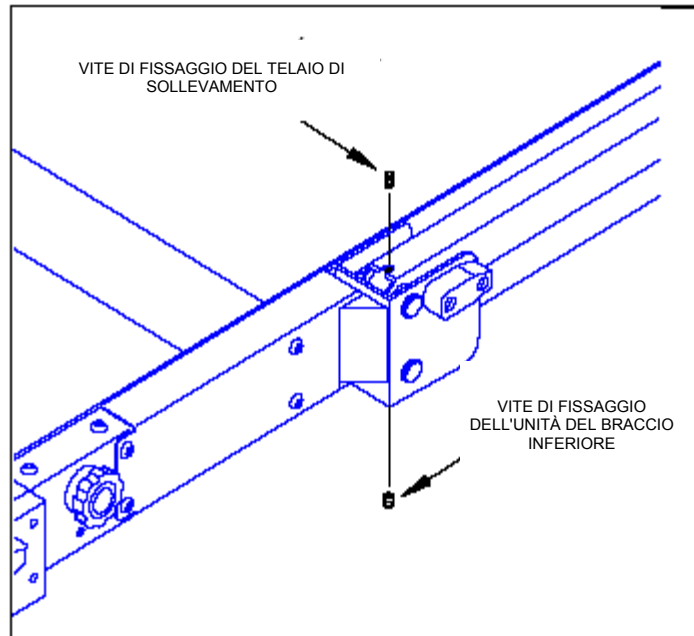

FIGURA 4-11: TELAIO DI SOLLEVAMENTO E VITE DI FISSAGGIO DEL BRACCIO INFERIORE
- b. Vedere la **Figura 4-11**. Rimuovere le viti di fissaggio del telaio di sollevamento e del braccio inferiore situate su entrambi i lati della piattaforma.